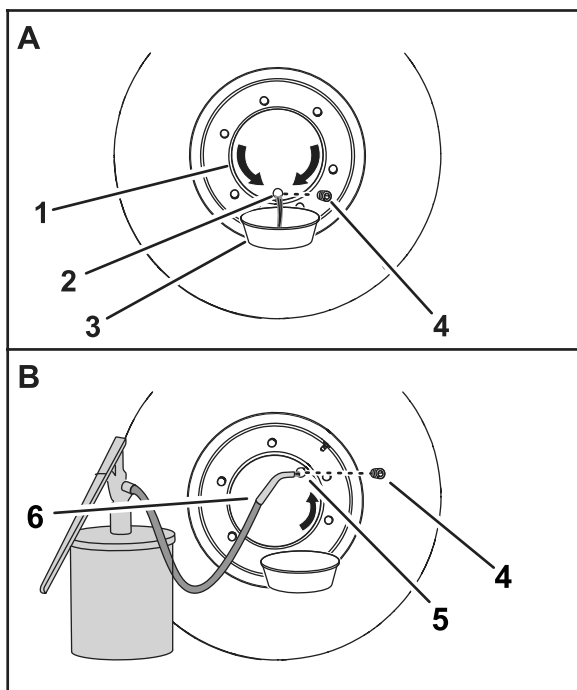

Figura 94
3. Spostate la macchina avanti o indietro fino a quando il tappo non è in posizione a ore 6 (Figura 94).
4. Mettete una bacinella di spurgo sotto il tappo dell'olio del mozzo della ruota (Figura 94).
5. Togliete il tappo di spurgo e lasciate defluire l'olio dal ruotismo planetario (Figura 94).
7. Spostate la macchina avanti o indietro fino a quando il tappo non è in posizione a ore 2 (Figura 94) o ore 10.